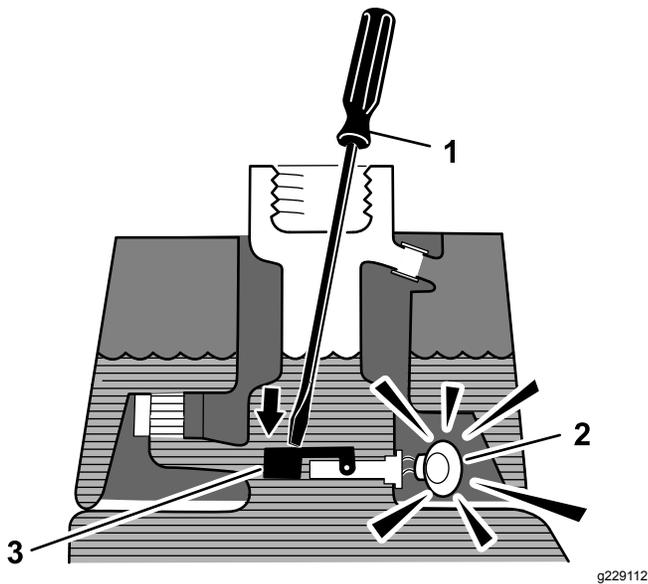

图 47
3. 将干净的支杆或螺丝刀插入油箱颈然后轻轻地向下推至浮动开关上图 47 经过 1 秒钟的延迟后警报应响起。